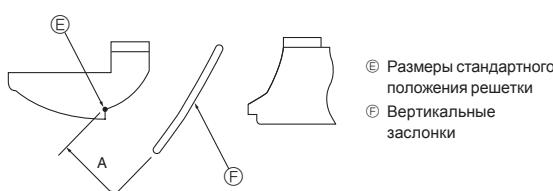

Fig. 8-10
- ③ Для настройки требуемого направления потока воздуха медленно перемещайте вертикальные заслонки в рамках указанного диапазона. (Fig. 8-10)